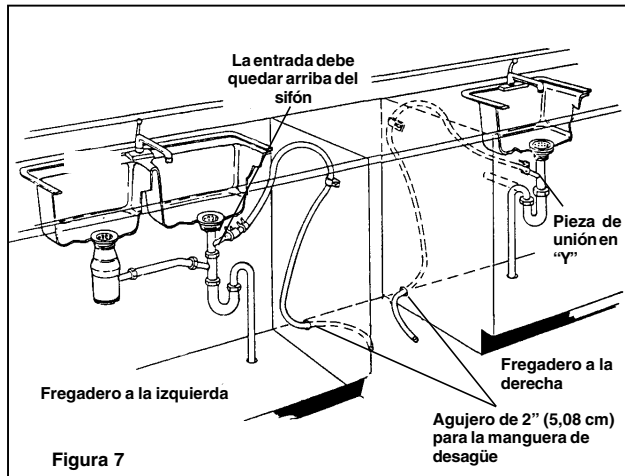

Figura 7
- Si se realiza la conexión al desagüe de un fregadero, la entrada debe quedar arriba del sifón. El uso de una pieza de unión en "Y" y un kit de conexión (no incluidos), facilitará la aplicación de este método e incluye todos los accesorios e instrucciones necesarios. **Vea la figura 7.**